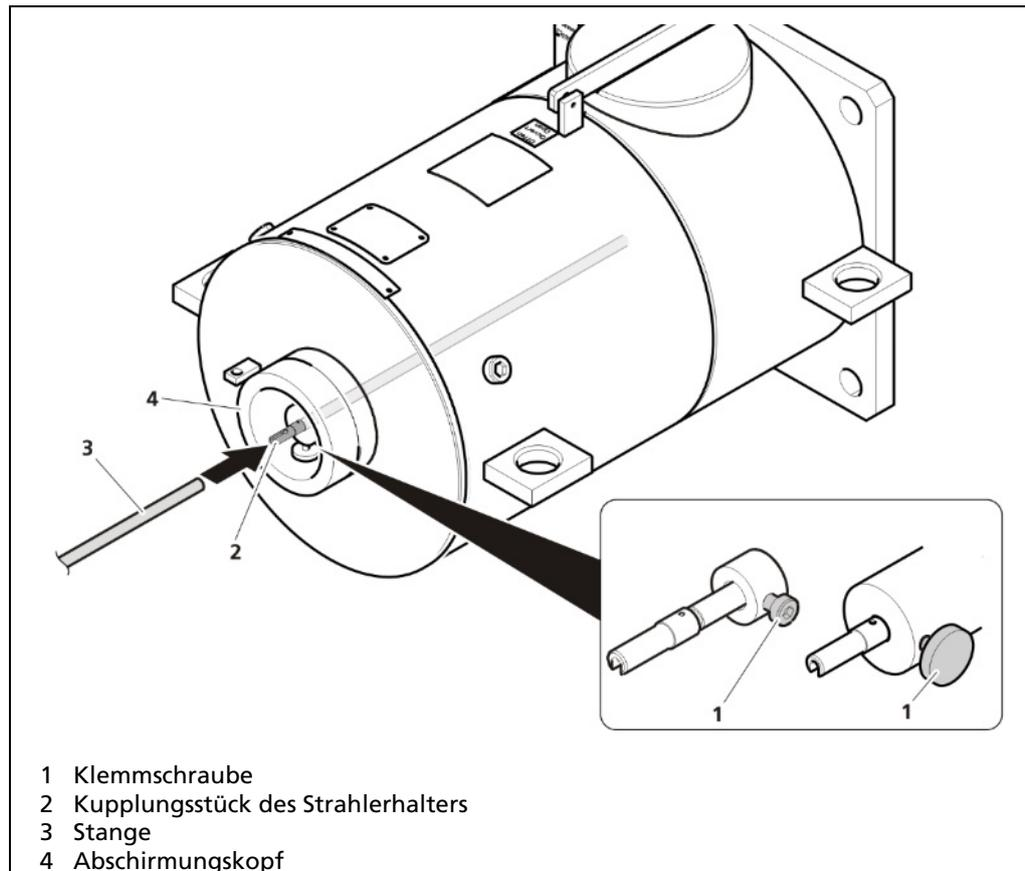

Abb. 19 Entfernen des Strahlers von der Abschirmung, Beispielgrafik:
3. Öffnen Sie ggf. die Klemmschraube (Abb. 19, Pos.1).
4. Schieben Sie den Strahler am Kupplungsstück des Strahlerhalters (Abb. 19, Pos.2) mit einer Stange (Abb. 19, Pos.3) soweit aus der Abschirmung heraus bis dieser unten am Befestigungsflansch herauschaut.